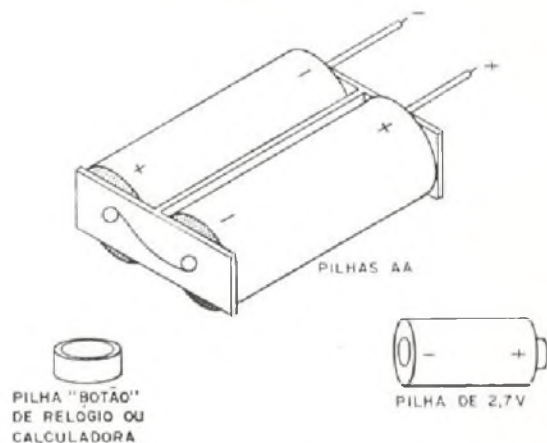

FIGURA 13
Assim, originalmente empregamos um suporte para duas pilhas pequenas do tipo de 1,5 V para transistores (AA), mas se o leitor quiser pode utilizar uma única pilha de 2,7 V (do tipo usado em algumas máquinas fotográficas ou aparelhos de surdez) ou então 2 pilhas de 1,3 V como encontradas em algumas calculadoras em forma de botão (figura 13).